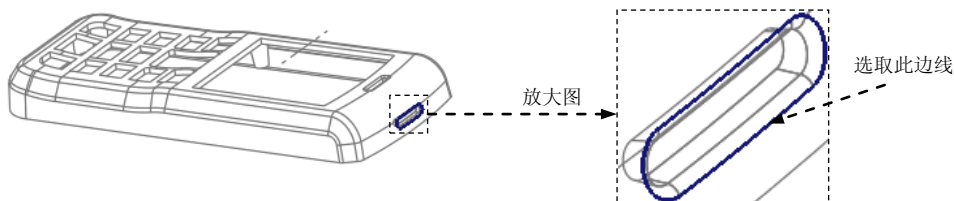

图 31.23 选取延伸边线
Step8. 将复制后的表面延伸至坯料的表面。选取图 31.23 所示的边线为延伸对象；单击 **分型面** 功能选项卡 **编辑** ▾ 区域中的 **延伸** 按钮，此时系统弹出“延伸”操控板；将坯料取